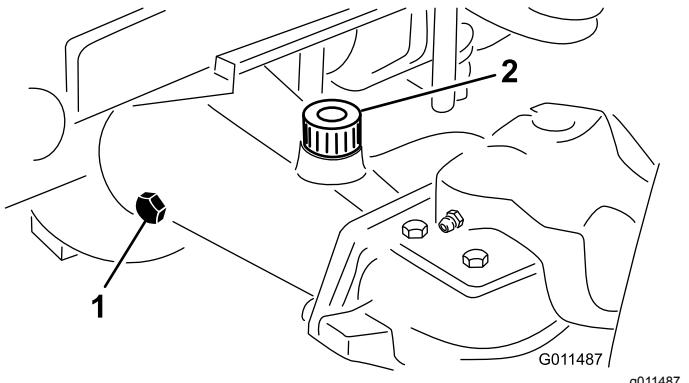

Figure 92
- Enlevez un bouchon de contrôle à l'extrémité du pont et vérifiez que le lubrifiant atteint la base de l'orifice (Figure 92).